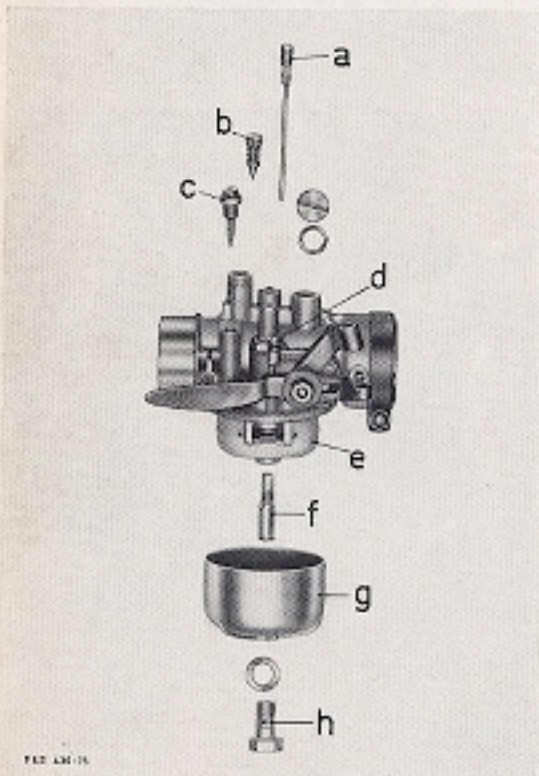

Figure 5
Un rapide nettoyage du carburateur est effectué ainsi: dévisser le gicleur principal h (fig. 5). Démontez la cuve g (fig. 5). Ouvrir le robinet d'essence quelques secondes. Laver ensuite le gicleur principal et la cuve à l'essence. Pour un nettoyage plus poussé, le carburateur doit être démonté du moteur. Opérer dans ce cas comme indiqué ci-dessous:
- faire chauffer le moteur. Visser la vis de réglage du ralenti d (fig. 5) jusqu'à ce que l'on augmente le régime de ralenti du moteur. Ensuite agir très légèrement sur la vis de réglage d'air du ralenti ($\pm 1/8$ ème de tour) afin que le moteur tourne régulièrement. Terminer ensuite le réglage du ralenti à l'aide de la vis de réglage.